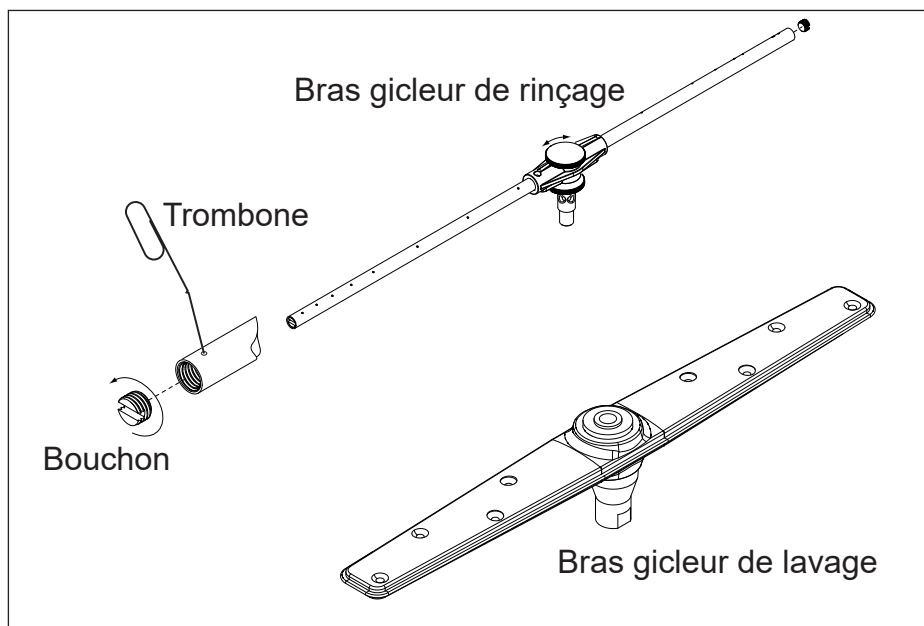

Fig. 20
4. Consultez la fig. 20 ci-dessous. Vérifiez les orifices de rinçage. Au besoin, retirez les bouchons d'extrémité et nettoyez les orifices à l'aide d'un trombone pour retirer les résidus. Rincez complètement les bras de rinçage et réinstallez les bouchons.